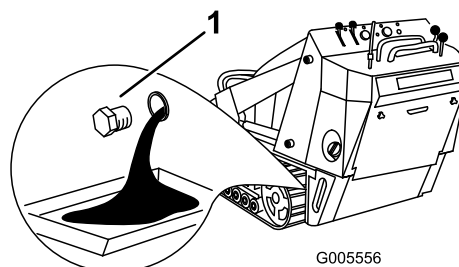

Рисунок 32
4. Снимите заглушку слива (Рисунок 32).